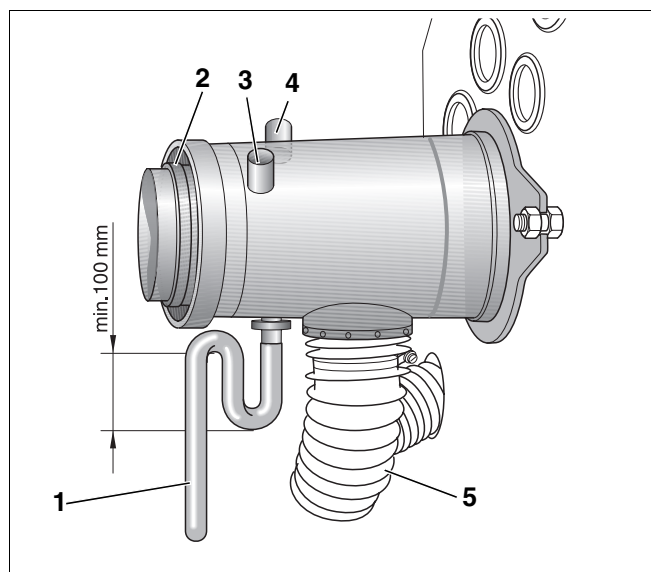
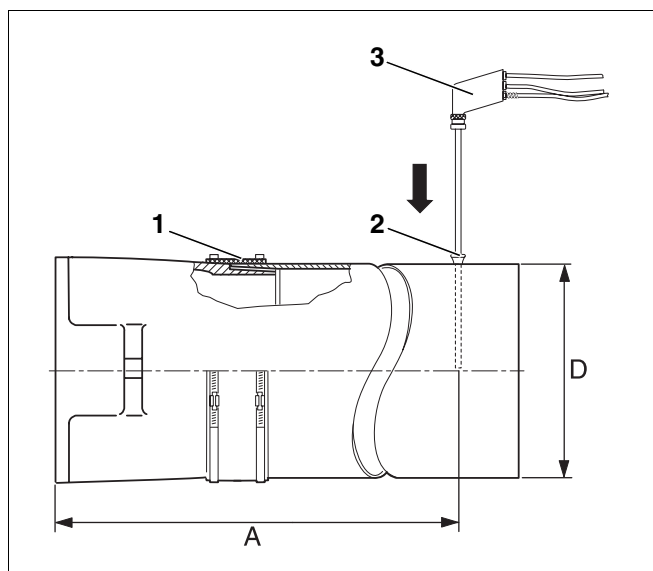

Рис. 14 Соединительный штуцер концентрической дымовой трубы
Рис. 15 Проведение замеров
Замеры осуществляются на соединительном участке дымовой трубы (рис. 15, стр. 19) или на штуцере концентрической дымовой трубы (рис. 14).
Отверстие для замеров (муфта; рис. 15, поз. 2) должно находиться на расстоянии "А" (примерно 2 диаметра дымовой трубы "D") от патрубка дымовых газов (рис. 15). Если сразу после отопительного котла установлено колено для соединения с системой отвода дымовых газов, то замеры нужно производить до этого колена.
Мы рекомендуем установить уплотнительную манжету (рис. 15, поз. 1) для соединения котла с дымовой трубой.
- Опустить измерительный зонд (рис. 15, поз. 3) в центр потока (середина трубы), здесь дымовые газы имеют наивысшую температуру.